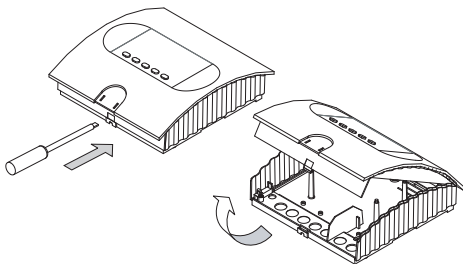

Рис.1
1. Снимите крышку силового блока. Для этого плоской отверткой вдавите внутрь крепежный выступ и поднимите верхнюю часть корпуса, повернув ее (рис. 1).